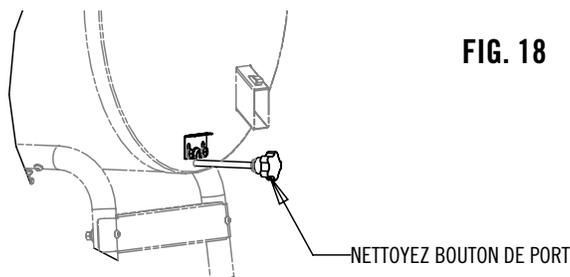

FIG. 18
2. Soulever le système de blocage de la tige et tirer le bouton de la tige de nettoyage pour vider les cendres dans le récipient prévu à cet effet. Voir la Fig. 18.